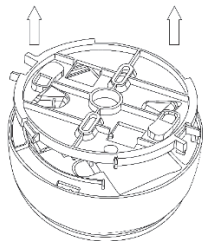

Figura 1
2. Girar y quitar el soporte de montaje de plástico de la sirena (*ver Figura 1*).
1. Extraer la sirena del soporte de montaje de plástico (ver Figura 1).